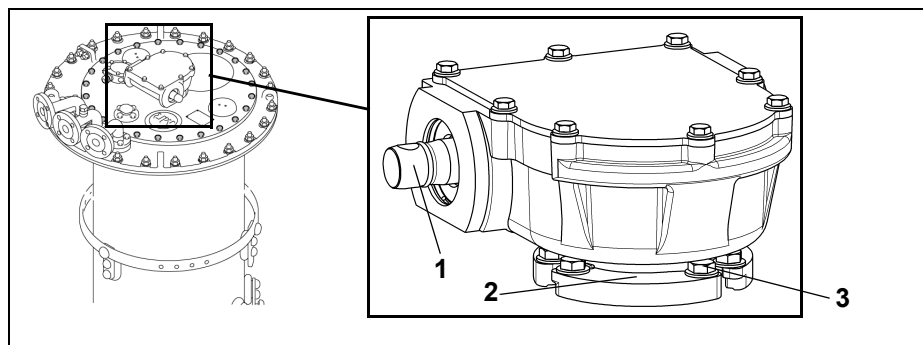

图 7 上齿轮盒的调整
- ▶ 上齿轮盒仅在压圈松动时进行调整（图 7）。
- ▶ 仅通过旋转上齿轮盒的传动轴调整上齿轮盒（图 7）。
1. 使用 13 号扳手松开 6 个 M8 螺栓，以松动上齿轮盒的压圈（图 7）。
2. 通过旋转上齿轮盒的传动轴将上齿轮盒置于所需的安装位置（图 7）。
4. 稳定并紧固压圈（拧紧扭矩 15 Nm，图 7）。